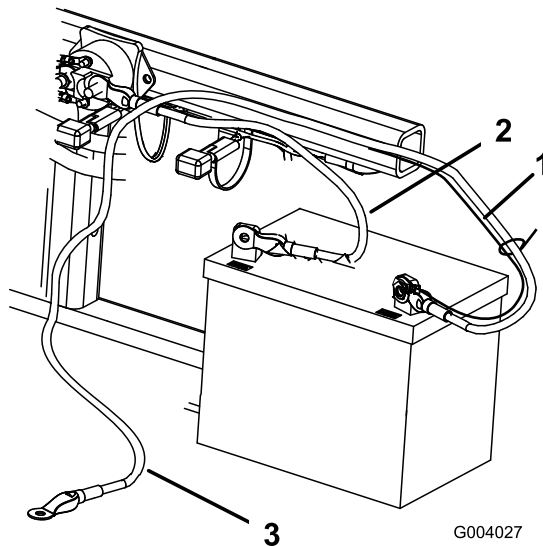

Bild 5
2. Befestigen Sie das Pluskabel (rot) mit einer 1/4" x 5/8 Zoll Schraube und einer Sicherungsmutter an der Plusklemme (+) (Bild 5).
3. Befestigen Sie den kleinen schwarzen Draht und das Minuskabel (schwarz) mit einer Schraube (1/4" x 5/8") und einer Sicherungsmutter (1/4") an der Minusklemme (-) der Batterie (Bild 5).